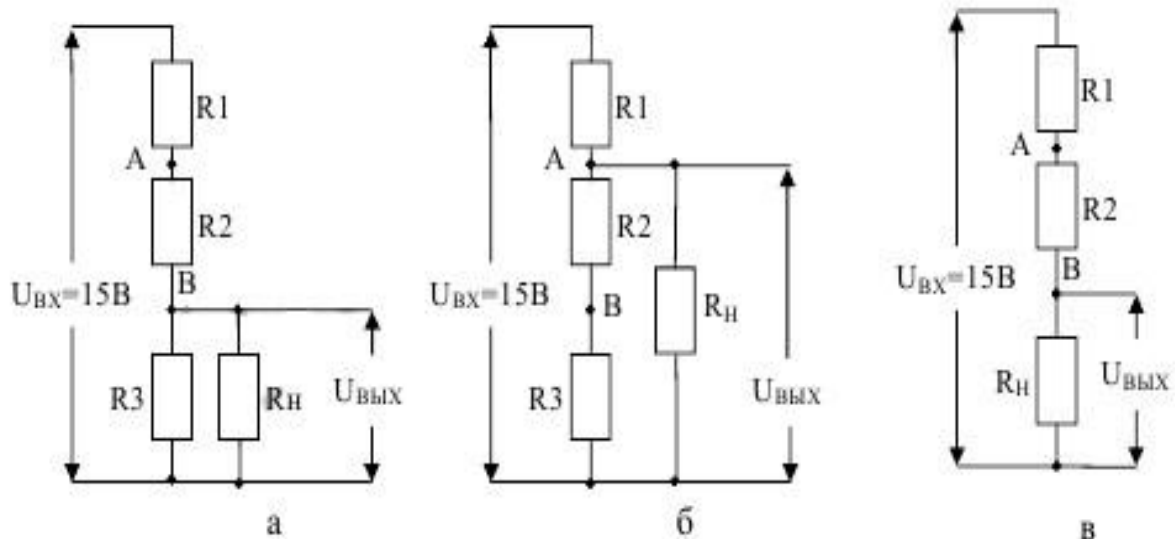

Рис. 2.3. Схемы резисторных делителей напряжения
1. Собрать заданную схему резисторного делителя напряжения (рис. 2.3), рассчитать значения напряжения в точках А и В.